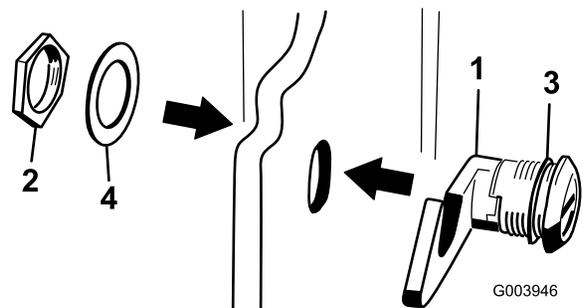

Рисунок 18
3. Отверните гайку с защелки капота в сборе (Рисунок 18).